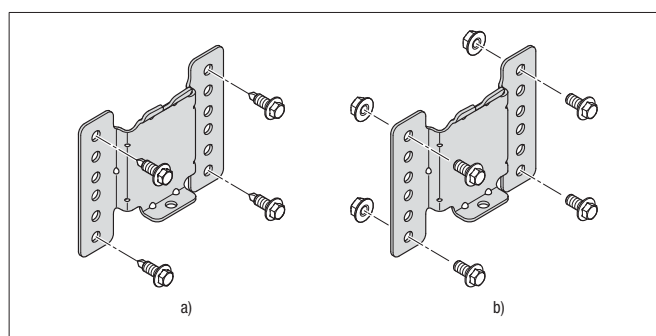

Figura 4
- Fijar el soporte con 4 tornillos hexagonales M6 x 12 y 4 tuercas hexagonales M6 o 4 tornillos autotaladradores 6,3 x 19 (par de apriete: 9+1 Nm), véase Figura 4.
Utilizar preferentemente las perforaciones de sujeción superior e inferior, véase Figura 4. Al emplear otras perforaciones mantener una distancia mínima de dos perforaciones entre los tornillos de sujeción.